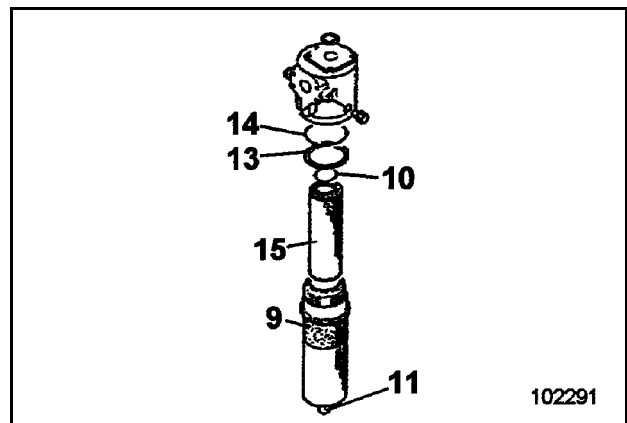

Fig. 3-78:
- Ablassschraube (11, Fig. 3-78:) herausdrehen und das Hydrauliköl aus dem Filtergehäuse (9) ablassen (geeigneten Behälter unter das Filtergehäuse stellen).
- Filtergehäuse (9) abschrauben.
- Filterelement (15) mit einer leichten Drehung aus seinem Aufnahmestutzen drehen und aus dem Filtergehäuse (9) herausziehen.
- Filterelement (15) in Waschbenzin oder Petroleum reinigen
- Filterelement (15) erneuern, wenn es beschädigt ist.
- Filtergehäuse (9, Fig. 3-78:) und Dichtflächen am Filterkopf mit Waschbenzin oder Petroleum reinigen.
- Neues Filterelement ins Filtergehäuse (9) einsetzen und mit neuen, leicht eingöhlten Dichtungen (10 und 14) und neuem Stützring (13) am Filterkopf anbauen.